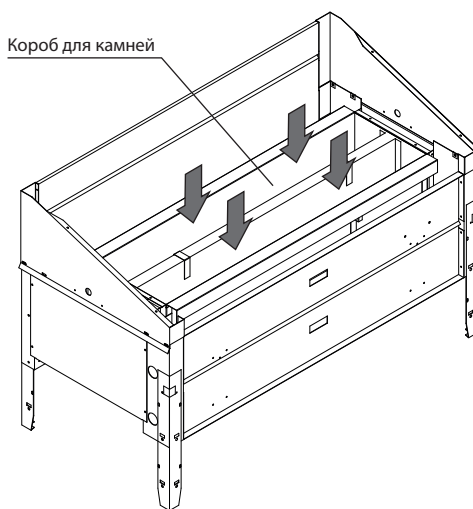

Рис. 4
- Уложите камни в короб. При этом оставляйте зазоры для циркуляции воздуха, не укладывайте слишком плотно. Короб вмещает около 75 кг. См. рис. 4.